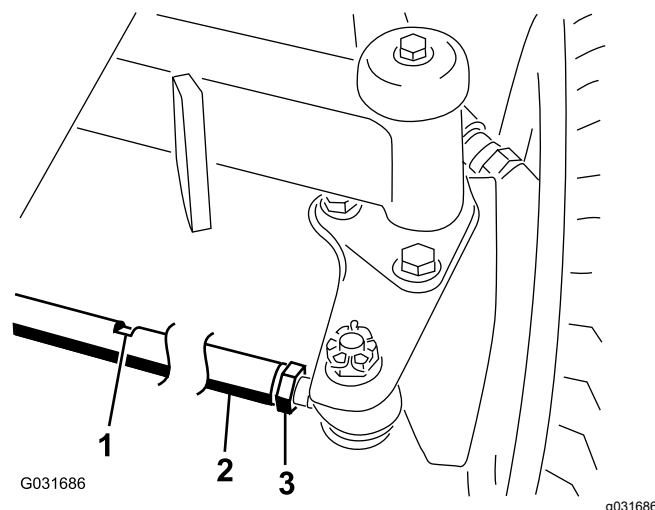

Figura 66
2. Allentate il controdado da ciascun lato del tirante (Figura 66).